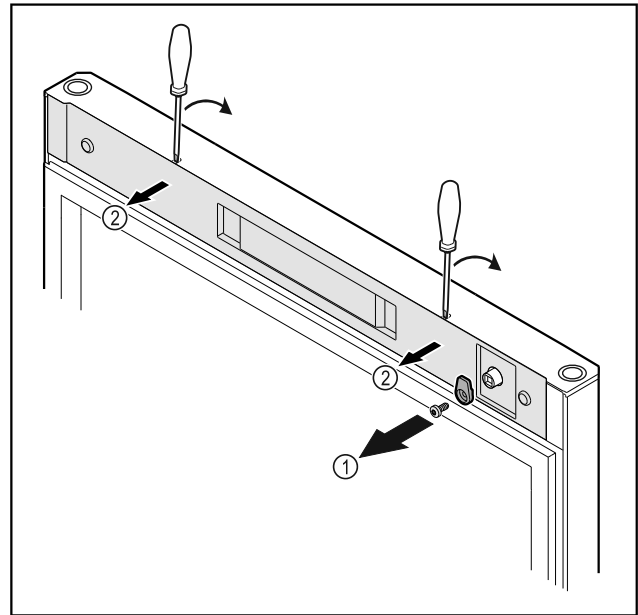

Fig. 10
- Ξεβιδώστε το άγκιστρο κλεισίματος Fig. 10 (1).
- Ξεκουμπώστε το κάλυμμα Fig. 10 (2) με ένα μικρό κατσαβίδι και αφαιρέστε το.